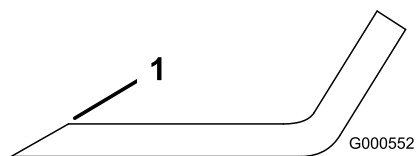
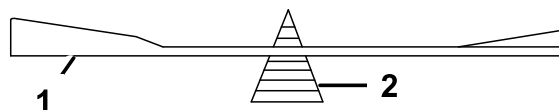

Figura 51
Figura 52
1. Affilate i taglienti da entrambe le estremità della lama con una lima (Figura 51). Rispettate l'angolazione originale. La lama conserva il proprio equilibrio soltanto se viene rimossa una quantità uguale di materiale da entrambi i taglienti.
2. Controllate l'equilibrio della lama posizionandola su un bilanciatore (Figura 52). Se la lama rimane in posizione orizzontale, è bilanciata e può essere utilizzata. Se la lama non è bilanciata, limate del metallo soltanto dalla costa (Figura 51). Ripetete la procedura finché la lama non è perfettamente bilanciata.